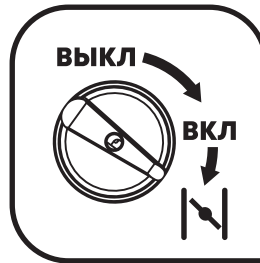

Рис. 16.
3. Поверните multifunctional выключатель в промежуточное положение «ВКЛ», а затем переключите его в крайнее положение по часовой стрелке «ЗАСЛОНКА ЗАКРЫТА» (рис. 16).